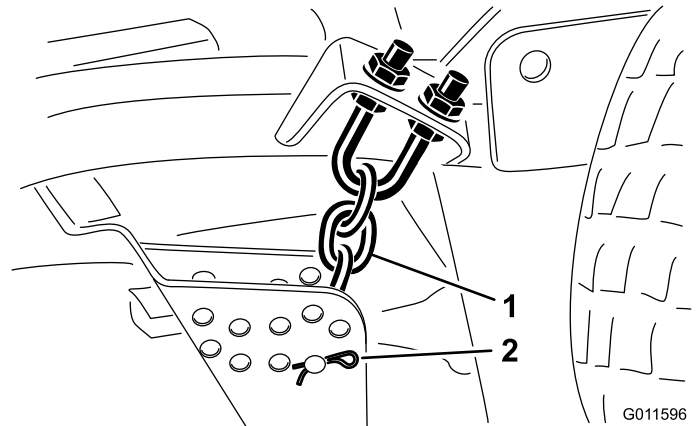

Figure 18
- Enlevez la goupille fendue et l'axe de chape qui fixent les chaînes de hauteur de coupe à l'arrière du plateau de coupe (Figure 18).